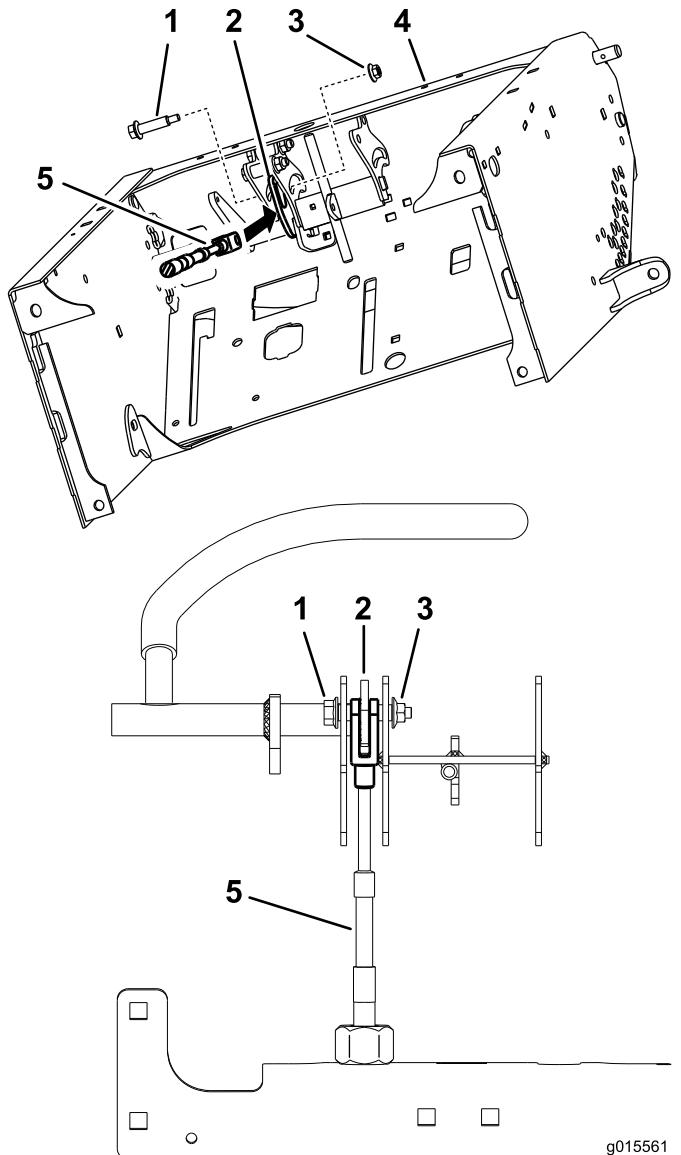

Figura 14
11. Collegate la forcella alla staffa di controllo del movimento mediante il nuovo bullone di spallamento e un dado di bloccaggio (1/4 pollice). Ripetete l'operazione sull'altro lato (Figura 14).